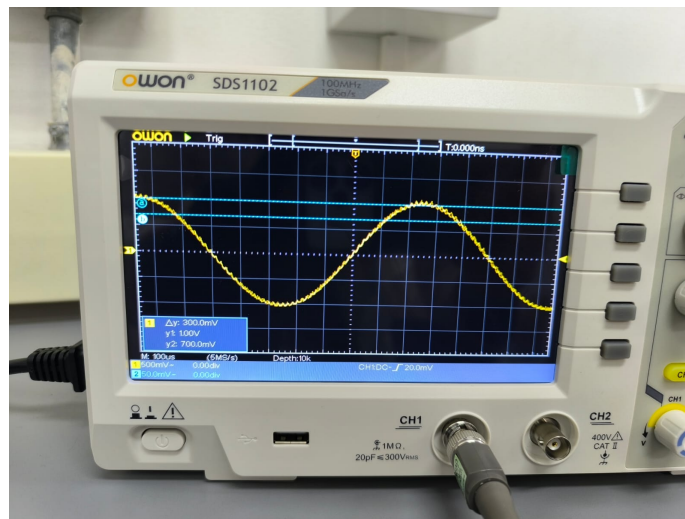
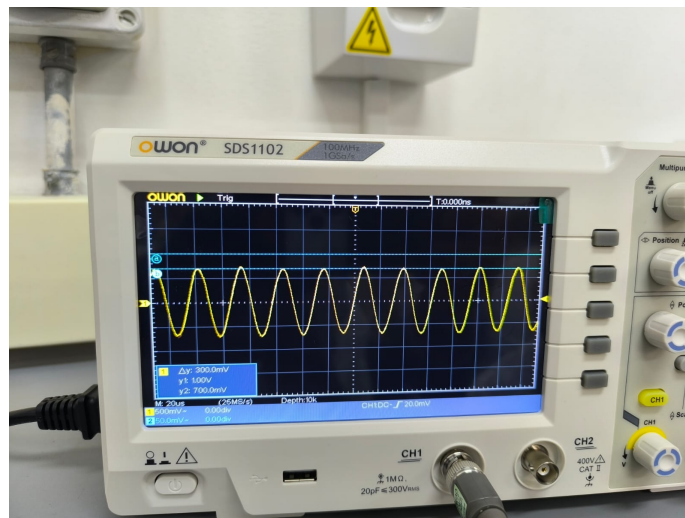

Figura 13: Amplitud de salida a 1 kHz.
Figura 14: Amplitud de salida a 32 KHz.
- En la figura 13 vemos la señal de salida a una frecuencia de 1kHz, luego en la figura 14 podemos observar que a una frecuencia de 5.4MHz la señal se ha atenuado al 70.7 % de su amplitud original, siendo esta la frecuencia de corte del ancho de banda.